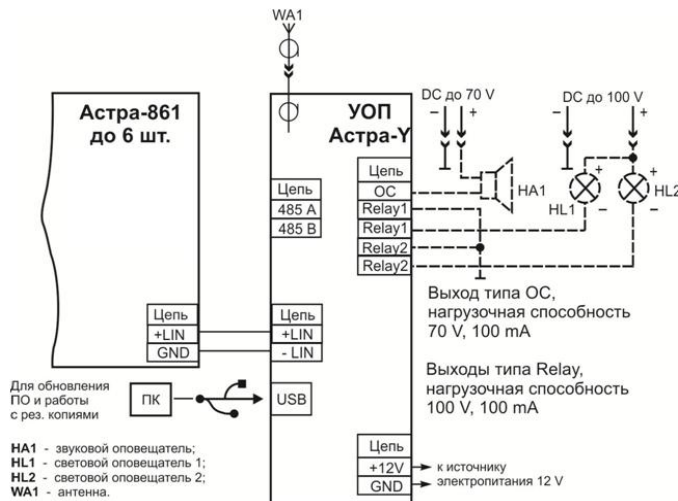

Рисунок 3
- Блоки выносной индикации «Астра-861» (до 6 штук) увеличивают информативность УОП (рисунок 3).